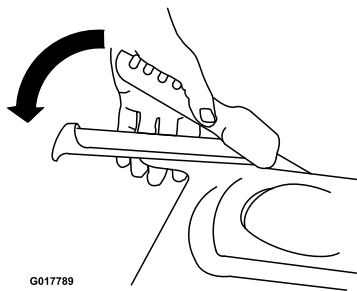

Figura 7
2. Apriete lentamente la palanca de tracción izquierda hacia la empuñadura (Figura 7).